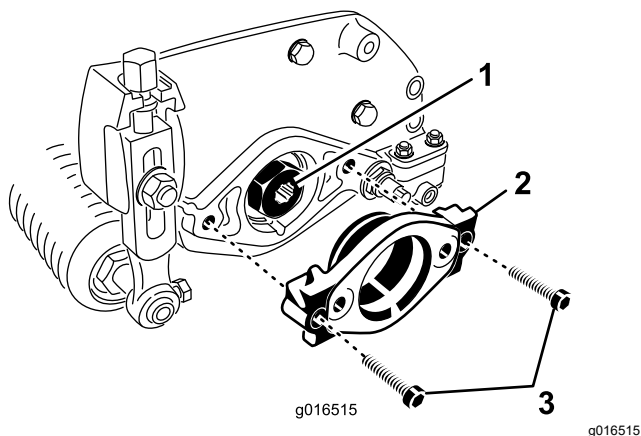

Figura 7
2. Rimuovete i 2 bulloni a testa Allen che fissano il supporto del motore all'estremità sinistra dell'apparato di taglio. Rimuovete il supporto motore (Figura 7).
3. Applicate del grasso sulla sezione interna della scanalatura di trasmissione (Figura 7).
4. Sull'estremità sinistra dell'apparato di taglio, applicate un leggero strato d'olio sull'O-ring, quindi montate il supporto del motore con i 2 bulloni a testa Allen rimossi in precedenza (Figura 7). Serrate i bulloni a un valore compreso tra 16 e 20 N·m.